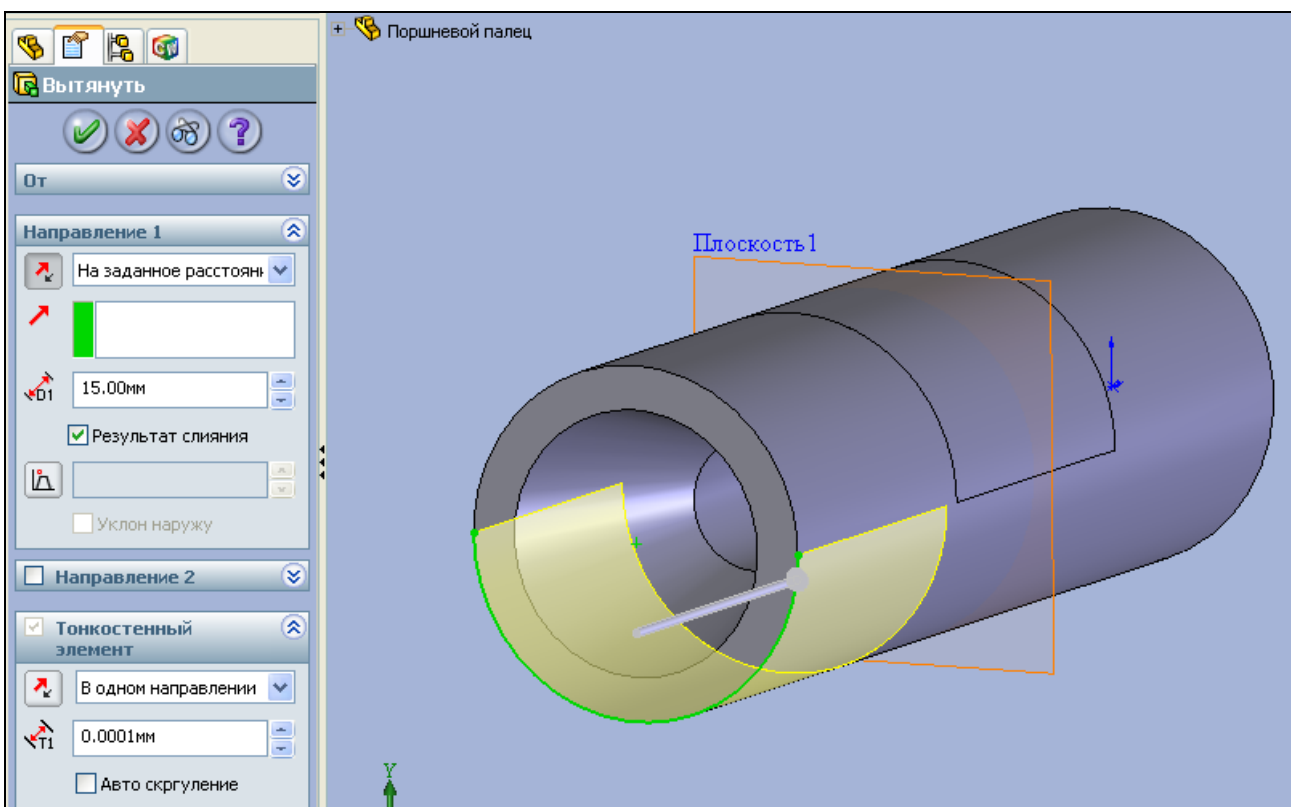

Рис. 5.6. Вытягивание полуокружности для фиксации
5. Теперь перейдем к заданию ограничения. Зададим ограничения на поршневой палец в месте соединения с бобышками поршня. Поскольку в каждый момент времени поршень воздействует только на часть поверхности поршневого пальца, то необходимо обозначить эту поверхность. Для этого перейдем в режим построения геометрической модели. Сначала щелкните мышью на левый торец пальца и создайте на нем новый эскиз. Затем постройте полуокружность с противоположной стороны от полуокружности, построенной в п. 4. После построения эскиза произведите его вытягивание на величину ширины бобышки (рис. 5.6). После задания всех параметров нажмите кнопку  **ОК**.